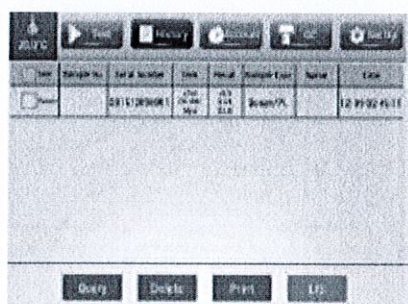
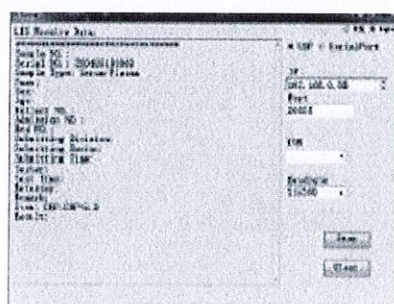

Рис. 6.20
Рис. 6.21
5) Загрузите выбранные данные истории на ПК, нажав "LIS" (См. Рис. 6.20 и Рис. 6.21).